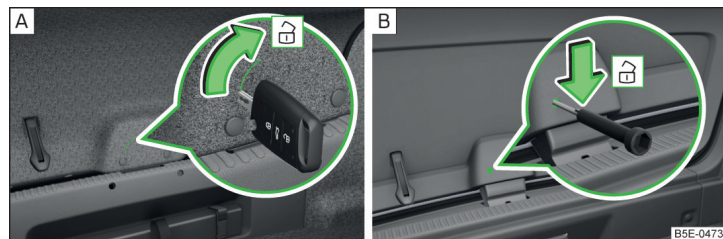

Fig. 210 Desbloqueo de emergencia: Variante 1 / Variante 2
- » Introduzca un destornillador o una herramienta similar hasta el tope en la abertura del revestimiento » fig. 210 - **A**.
- » Introduzca un destornillador o una herramienta similar hasta el tope en la abertura del revestimiento » fig. 210 - **B**.